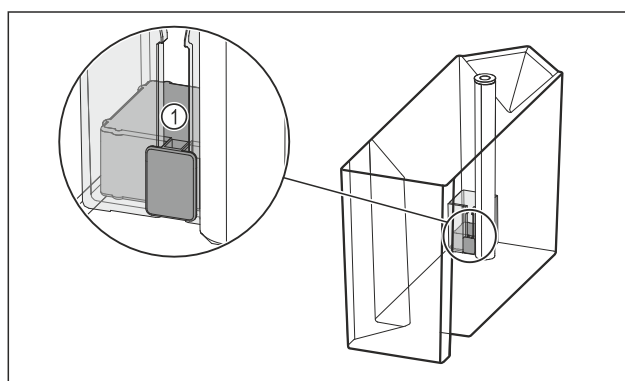

Fig. 98
- Preverite, ali se je plovec Fig. 98 (1) zataknil.